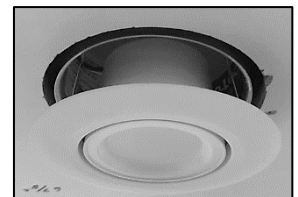

Figure 5
6. Insérez ensuite les ressorts de retenue par frottement dans les boîtiers en les fléchissant vers l'intérieur et en poussant délicatement la garniture dans le boîtier jusqu'à ce qu'elle affleure avec le plafond (Figures 5 et 6).